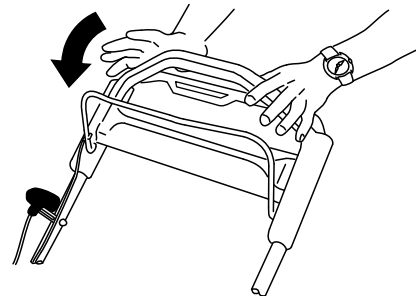

Figura 22
Suelte la barra de control de las cuchillas (Figura 22).
- Si el tapón de descarga trasero no está instalado, sujételo por el asa, eleve la puerta trasera e introdúzcalo en el conducto de descarga trasera hasta que el enganche encaje en su sitio; consulte Figura 22.